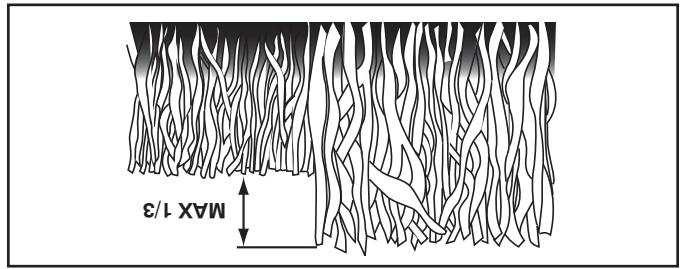

Fig. 27
- Pour les meilleurs résultats, ajustez la hauteur de coupe de tondeuse afin que la tondeuse coupe seulement le tiers du haut de l'herbe (Voir la Fig. 27). Pour les conditions très difficiles, réduisez votre largeur de la coupe sur chaque passage et tondez lentement.